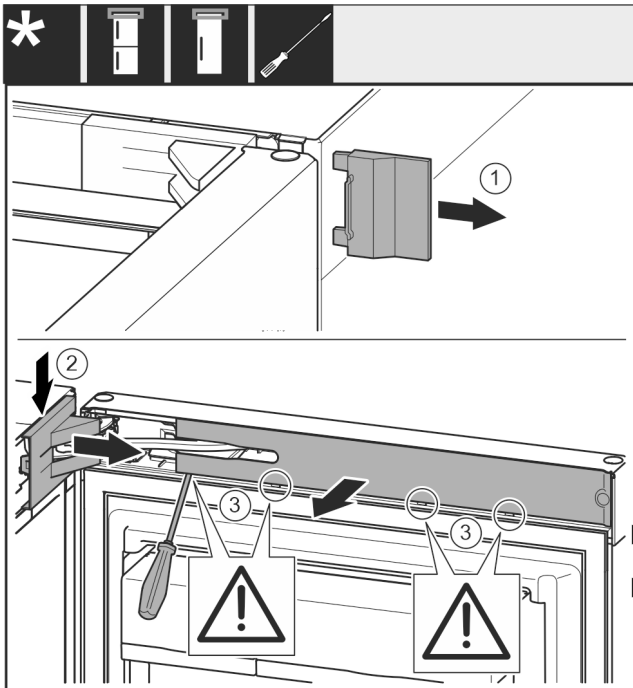

Fig. 5
- ▶ Buitenste afdekking verwijderen. Fig. 5 (1)
- ▶ Lagerbusafdekking ontgrendelen en losmaken. Afdekking van de lagerbus verwijderen. Fig. 5 (2)
- ▶ Paneel met de sleufschroevendraaier losmaken en naar de zijkant draaien. Fig. 5 (3)